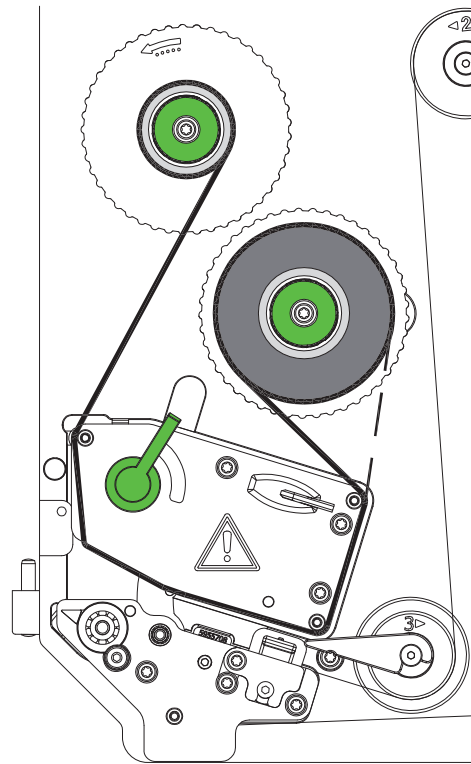

Bild 16 Transferfolienlauf
2. Hebel (6) gegen den Uhrzeigersinn drehen, um den Druckkopf anzuheben.
3. Transferfolienrolle (3) so bis zum Anschlag auf den Abwickler (4) schieben, dass die Farbbeschichtung der Folie nach dem Einlegen auf der dem Druckkopf abgewandten Seite liegt.
4. Abwickler (4) festhalten und Drehknopf (5) gegen den Uhrzeigersinn drehen, bis die Transferfolienrolle fixiert ist.
5. Geeigneten Transferfolienkern (1) auf den Transferfolienaufwickler (2) schieben und in gleicher Weise fixieren.
6. Transferfolie wie in Bild 16 durch die Druckmechanik führen.
7. Transferfolienanfang mit einem Klebestreifen am Transferfolienkern (1) fixieren. Hierbei die Rotationsrichtung des Transferfolienaufwicklers gegen den Uhrzeigersinn beachten.
8. Transferfolienaufwickler (2) gegen den Uhrzeigersinn drehen, um den Transferfolienlauf zu glätten.
9. Hebel (6) im Uhrzeigersinn drehen, um den Druckkopf zu verriegeln.